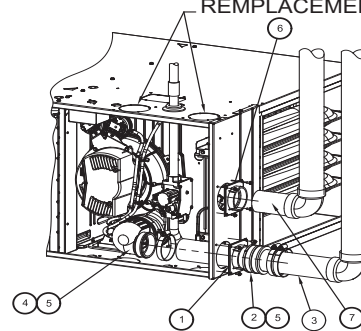

Fig. 57 – Configuration horizontale à droite (l'apparence peut varier)
- Serrez le collier autour du coude d'évent. Serrez le collier au couple de 15 lb-po. Voir les Fig. 54 à Fig. 57.